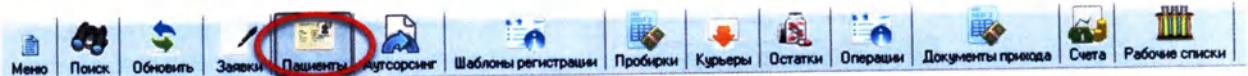

Рисунок 2.18
1.	Откройте журнал «Пациенты». Для этого нажмите кнопку «Пациенты» в верхней части окна программы (Рисунок 2.18):